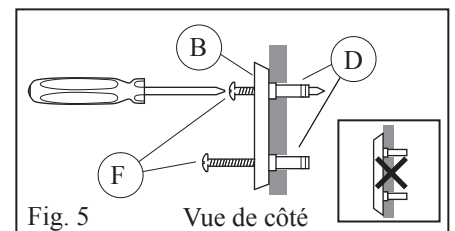

Fig. 5
6. Placez le support de montage (B) sur les ancrages pour cloison sèche (D). Insérez les vis de montage (F) dans le support et les ancrages, puis serrez fermement avec un tournevis Phillips. (Fig. 5)